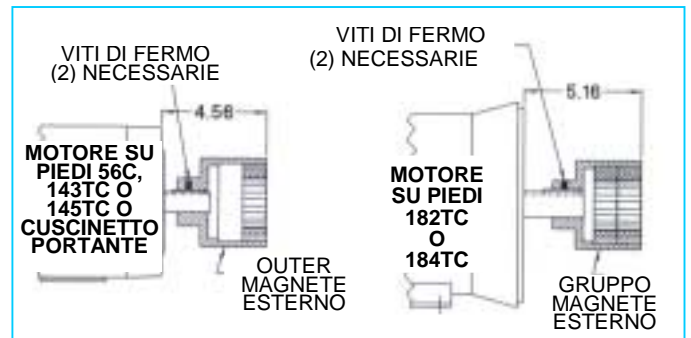
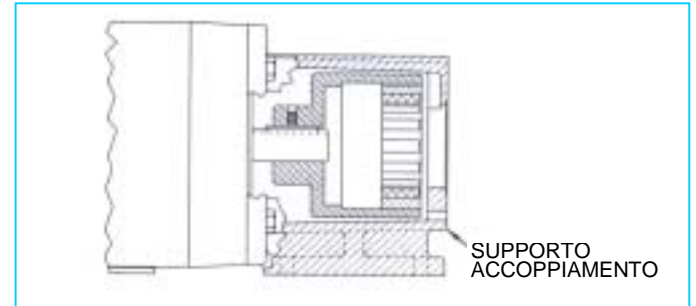

FIGURA 27
FIGURA 28
1. Controllare che sui magneti non sia rimasto attaccato alcun oggetto metallico. Rimuovere qualsiasi materiale estraneo. Sistemare il magnete esterno per dimensione (**Vedere Figura 27**). Applicare della Loctite e stringere le viti di fermo sul motore o sulla chiave del cuscinetto a sfera e albero.
2. Montare il supporto dell'accoppiamento sul motore (o cuscinetto portante) e fermarlo con i 4 bulloni (**Figura 28**). Avvicinare e ruotare i magneti a mano per essere sicuri che non ci siano interferenze. Se si avverte dello sfregamento, controllare le dimensioni in **Figura 27** o contattare la fabbrica.